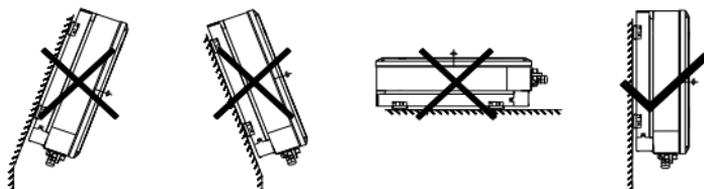

Figura 5.2 Posición de instalación
- (1) La temperatura ambiente se encuentra entre -25°C y 60°C .
- (2) La superficie de instalación es perpendicular a la línea horizontal. Consulte la Figura 5.2.